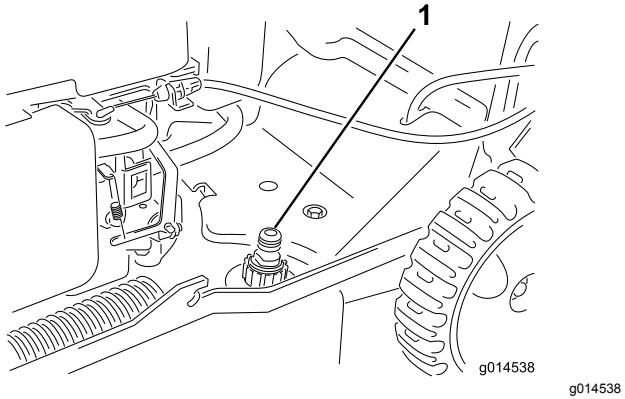

Bild 19
3. Befestigen Sie einen Gartenschlauch, der an einen Wasserhahn angeschlossen ist, am Wasseranschluss (Bild 19).